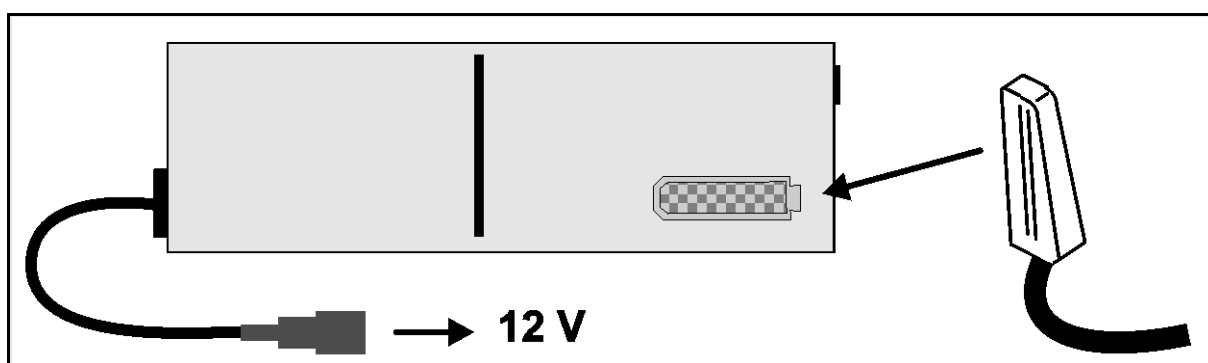

Bild 5
2. Anslut manöverenheten **HYCLICK** (Bild 5).